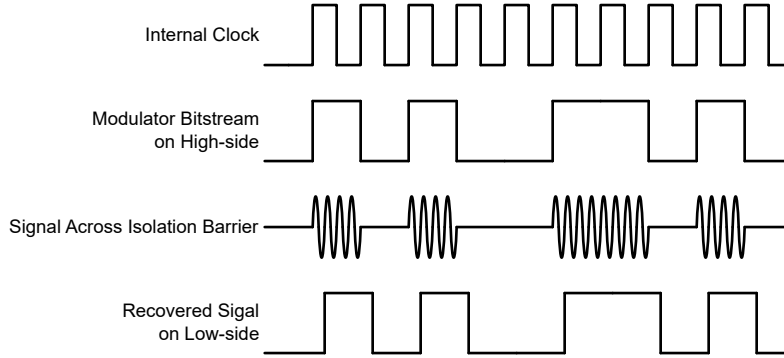

图 7-1. 基于 OOK 的调制方案
如图 7-1 中所示，AMC0381D-Q1 使用开关键控 (OOK) 调制方案跨过基于  $\text{SiO}_2$  的隔离栅传输调制器输出位流。发送驱动器 (TX) 如 功能方框图 中所示。TX 跨过隔离栅发送一个内部生成的高频载波来表示数字一。而 TX 不发送信号则表示数字零。AMC0381D-Q1 内使用的载波标称频率为 480MHz。